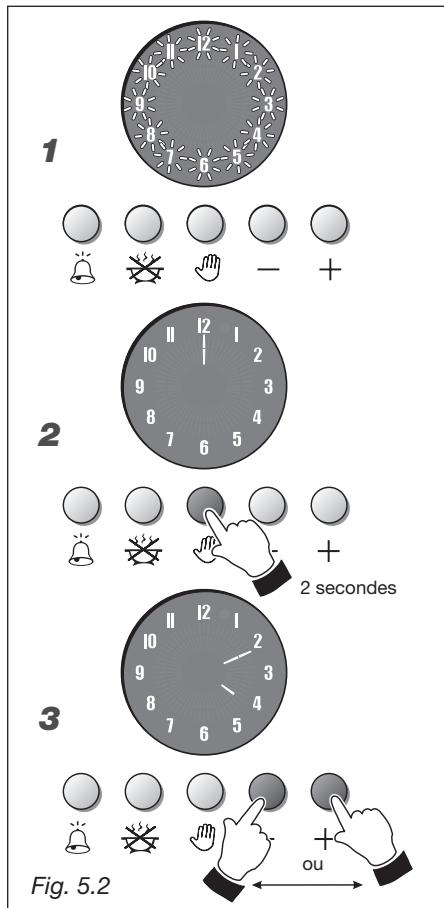

Fig. 5.2
HORLOGE (fig. 5.2)
- Fig. 5.2 - Au premier branchement électrique du four ou après une coupure de courant, tous les chiffres du programmeur clignotent.
- Fig. 5.2 - Pour régler l'heure appuyer sur la touche pendant une seconde; ensuite l'aiguille s'allume sur le 12.
- Fig. 5.2 - Avant que 7 secondes ne s'écoulent, appuyer sur la touche ou pour régler les aiguilles lumineuses des heures et des minutes. Une fois le réglage effectué, au bout de 7 secondes, s'affiche l'aiguille lumineuse des secondes.